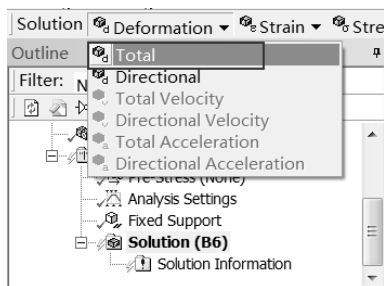

图 10-26 添加变形选项
Step2：选择 Solution 工具栏中的 Deformation（变形） Total 命令，如图 10-26 所示，此时在分析树中会出现 Total Deformation（总变形）选项。